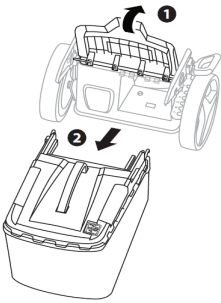

Рис. 22
1. Поднимите заднюю крышку и удалите травосборник (Рис. 22).